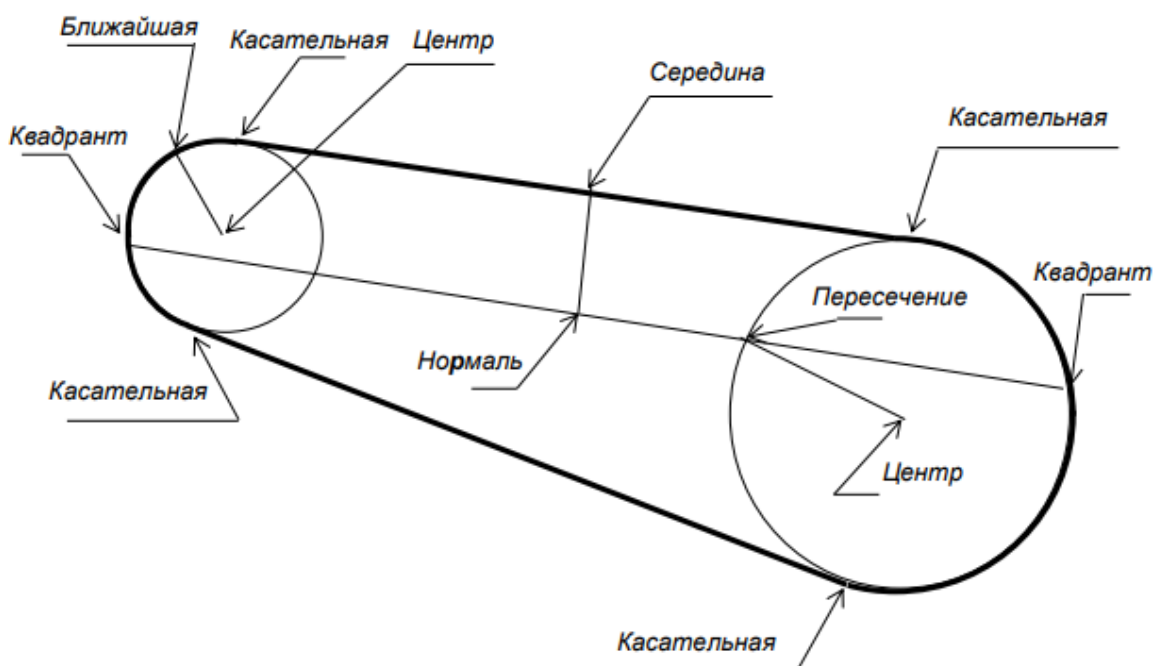

Рис. 5.
9. Создайте рамку формата А4. Выполните в рамке в слое "Привязка" чертеж (рис.5). Пользуйтесь временными привязками, отмеченными на рисунке.